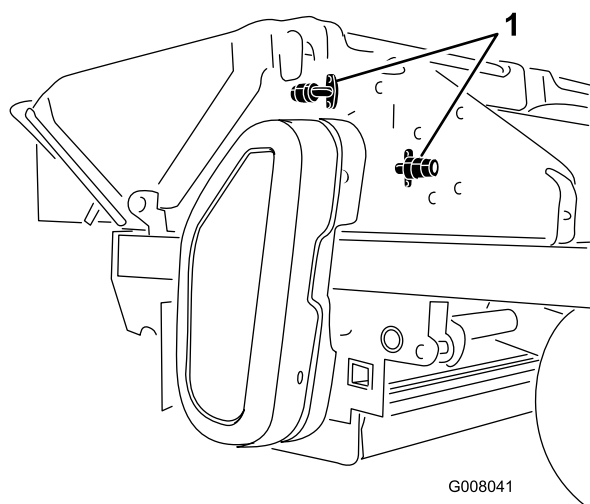

Рисунок 36
1. После завершения работы промойте измельчитель через промывочные отверстия (**Рисунок 36**) или струей воды.